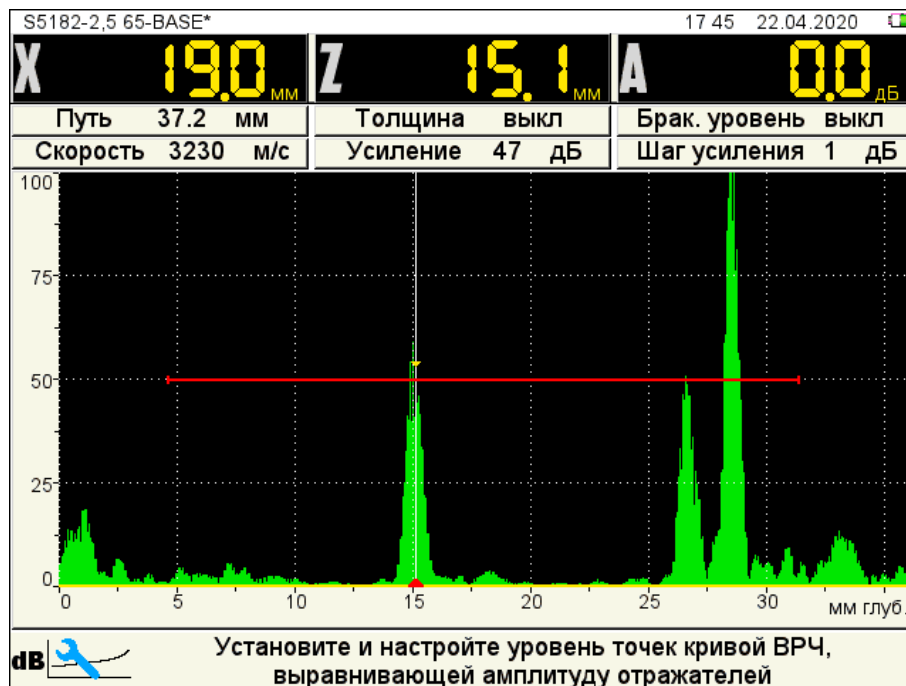

Рисунок 53
- установить измерительный курсор на первый отражатель и клавишей  установить узловую точку (рисунок 53);